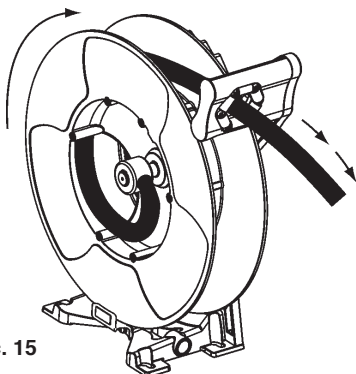

Рис. 15
1. Вытянуть шланг, должна сработать защелка катушки (рис. 15).